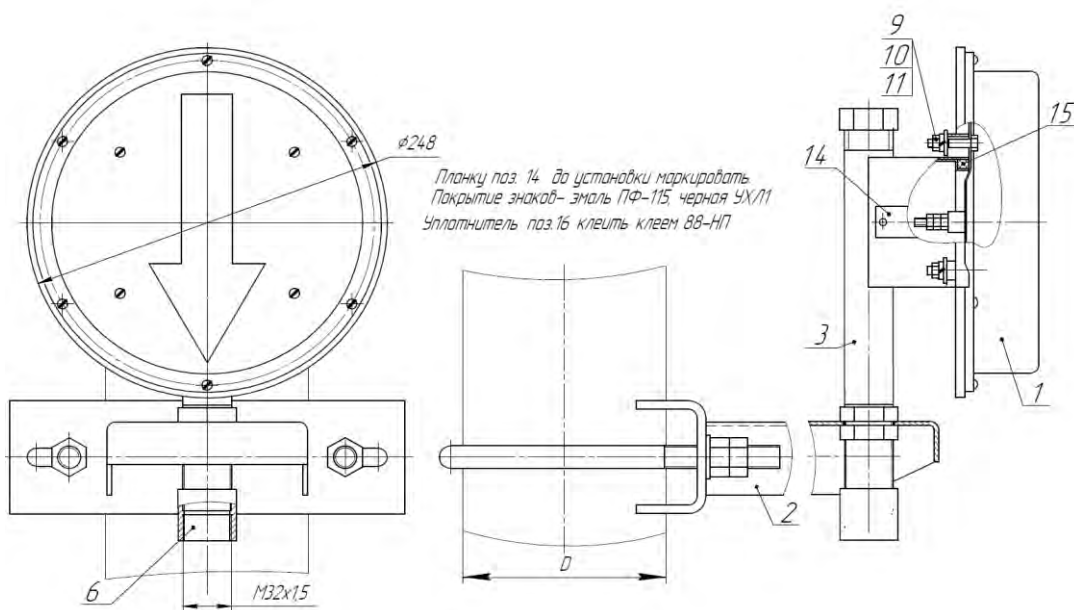
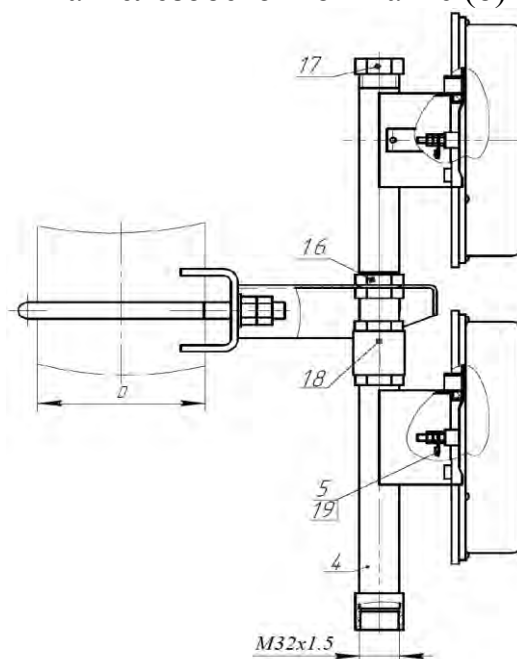

Рис.5. Указатель одинарный световой светодиодный с вертикальной светящейся стрелой
Рис.7. Указатель сдвоенный светодиодный с вертикальной светящейся стрелой
Перед заменой указателя следует произвести сборку указателя и кронштейна крепления, закрепив к кронштейну стойку (поз.3 рис.5) или стойки (поз.3 рис.5 и поз.4 рис.7) и закрепить ССС к стойке (стойкам), используя крепежные детали (поз.9, 10, 11 рис.5).
- подсоединить шланг к нижнему концу стойки (поз.3 рис.5 и поз.4 рис.7) посредством кабельного ввода (конструкция кабельного ввода приведена на рис. 8).